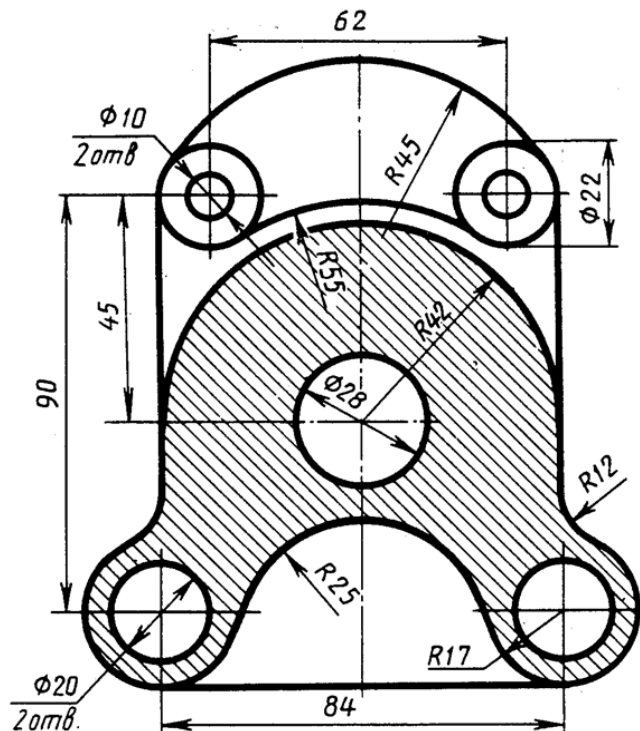

Рис. 10 Остов
8. Выполнить самостоятельно геометрические построения, используя команды «Штриховка», «Сопряжение» (см. рис. 10)
Выполнить чертежи, используя команды «Копировать» или «Массив» (рис.10)